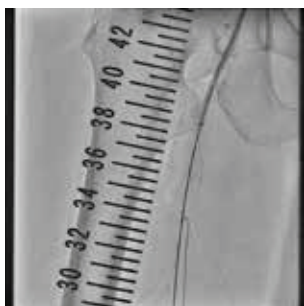

図14A
16) ガイドワイヤーが1-2cm入ったところでサポートカテーテルを追従させ、0.035"1.5mm Jタイプガイドワイヤーの先端をナックルの形状にしてsubintimal trackingにてCTO distal endまですすめた。(図14A、B)